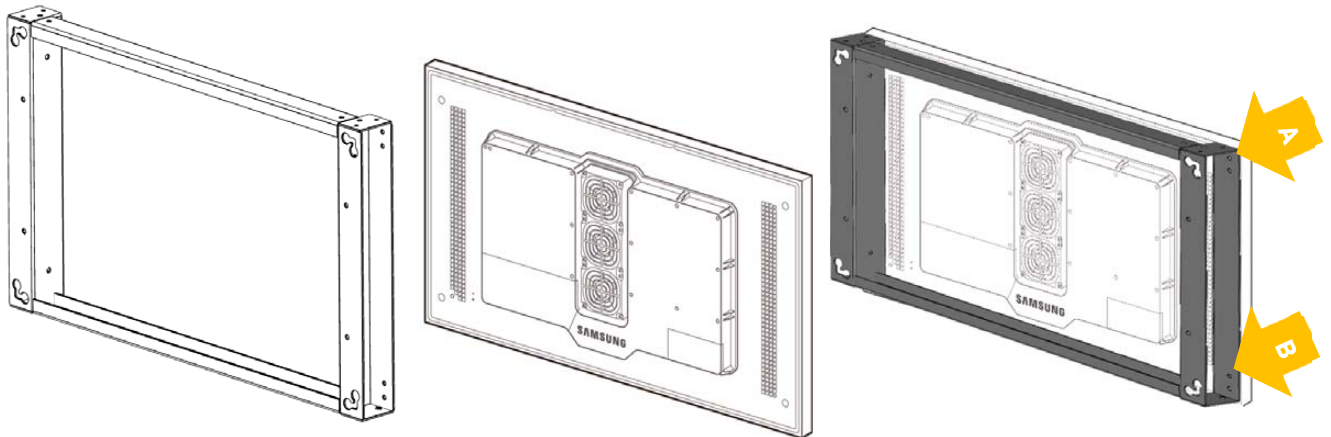

Abbildung 9 - Montage der Halterung am Display
- 7) Befestigen Sie die Wandhalterung am Display. Hierzu nutzen Sie beim 46" Modell die inneren Bohrungen (B), beim 55" Modell die äußeren (A). Nutzen Sie hierzu die 4 Schrauben, welche bereits am Display angebracht sind. (siehe Abbildung 9 - Montage der Halterung am Display)